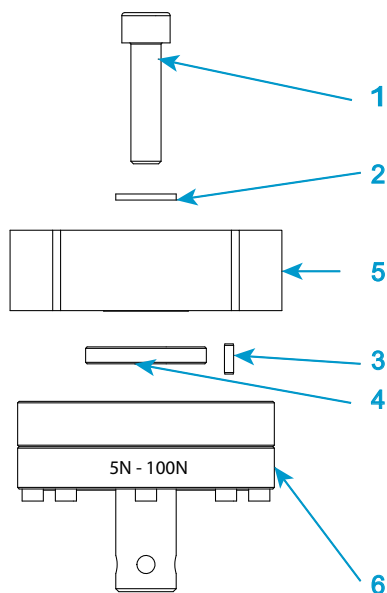

Figure 15. Installation des capteurs de force de série 2530 – capacité 5 N jusqu'à 100 N
Légende pour Figure 15
1. Consultez la Figure 15 à la page 88 et sa légende.